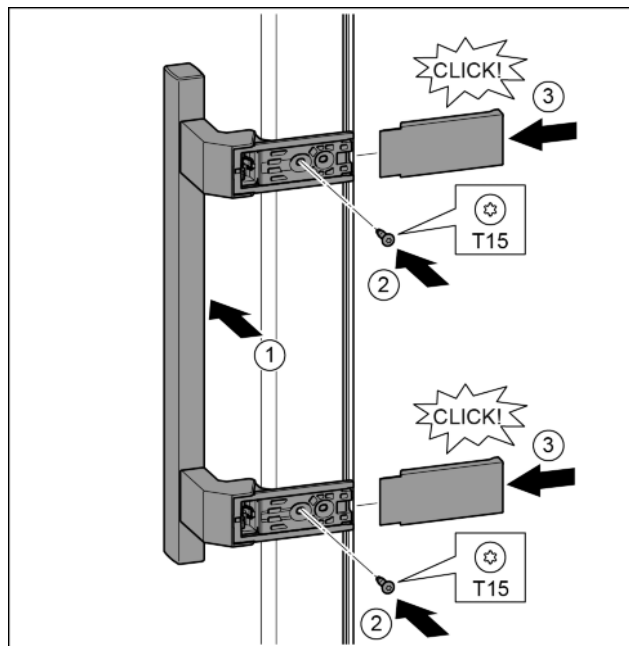

Fig. 32
- ▶ Greep op de tegenzijde aanbrengen. *Fig. 32 (1)*
- ▶ Schroeven met schroevendraaier T15 vastschroeven. *Fig. 32 (2)*
- ▶ Afdekkingen zijdelings aanbrengen en erop schuiven. *Fig. 32 (3)*